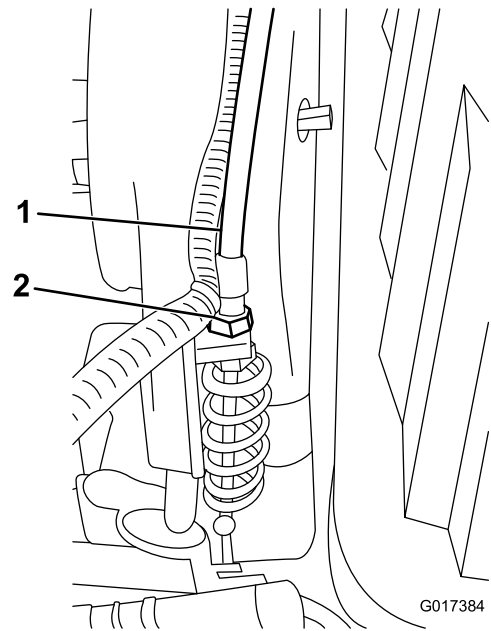

図 46
3. トランスミッションのバルクヘッド部で、リールコントロールのケーブル図46を行うスプリングの長さが70.6-72.4mmになるように調整する。